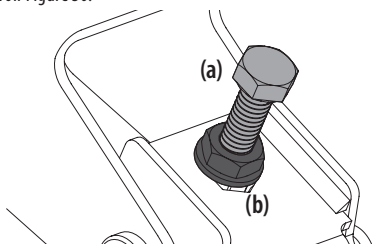

Figure 30
3. Les écrous de réglage (a) sont placés sur chaque côté de la tondeuse. Voir Figure 30.
4. Desserrez les contre-écrous (b), mais ne les enlevez pas. Serrez ou desserrez le boulon droit ou celui de gauche, selon le besoin, jusqu'à ce que la hauteur des deux côtés est égale. Voir Figure 30.
5. Une fois le réglage approprié effectué, serrez les écrous supérieurs (b) à couple de 77 N m (57 pi-lb). Voir Figure 30.